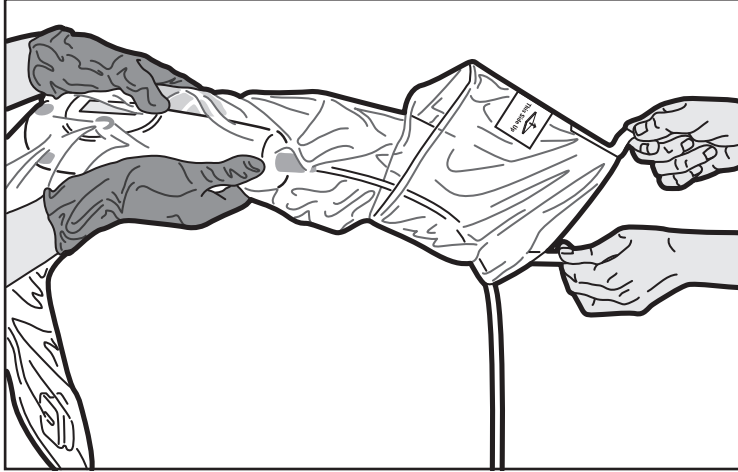

Figura 5. Desdobrar a bolsa
6. O operador no campo esterilizado segura, então, a Unidade de Acionamento do Motor MDU5 PLUS coberta. O operador no campo não esterilizado segura e puxa as patilhas até a bolsa ser desdobrada até ao seu comprimento máximo (Figura 5).